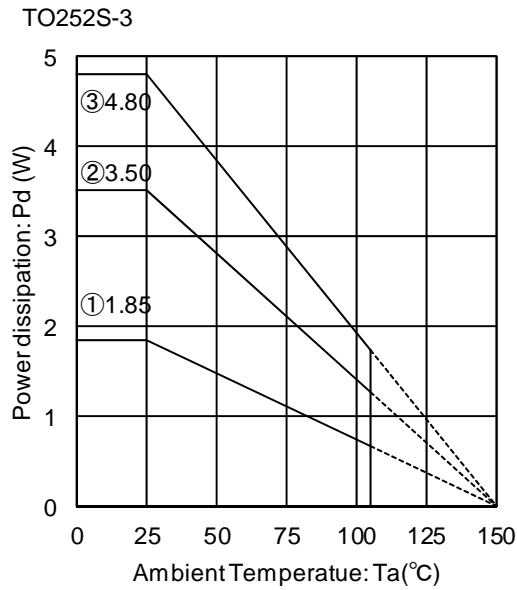

Figure 26.
消費電力 Pc(W)の計算方法(Figure 26③ 4層基板時)は次のようになります。
$$I_O \leq \frac{2.496 - 13 \times I_B}{5} \quad \left[\begin{array}{l} \text{Figure 26③} : \theta_{ja} = 26.0^\circ\text{C/W} \rightarrow -38.4\text{mW}/^\circ\text{C} \\ 25^\circ\text{C} = 4.80\text{W} \rightarrow 85^\circ\text{C} = 2.496\text{W} \end{array} \right]$$
Ta=85°Cの時、Figure 26③の条件で、入出力電位差が 5V であれば、約 500mA 出力できる計算になります。熱設計は以上のことを参考に動作温度範囲内すべてにおいて許容損失内に収めるようにしてください。なお短絡(V_O-GND 間ショート)時の IC の消費電力 P_C は